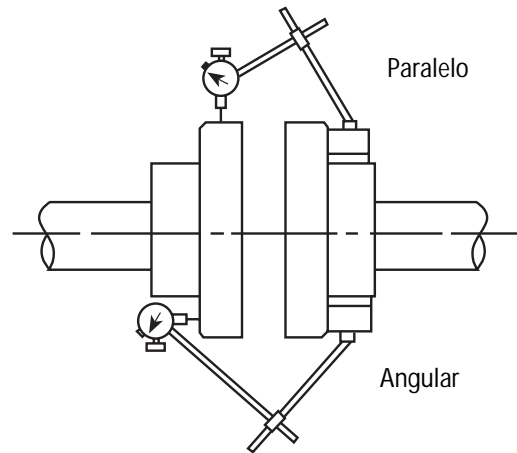

Figura 6
- La alineación **DEBE** verificarse antes del funcionamiento. Vea la Figura 6.